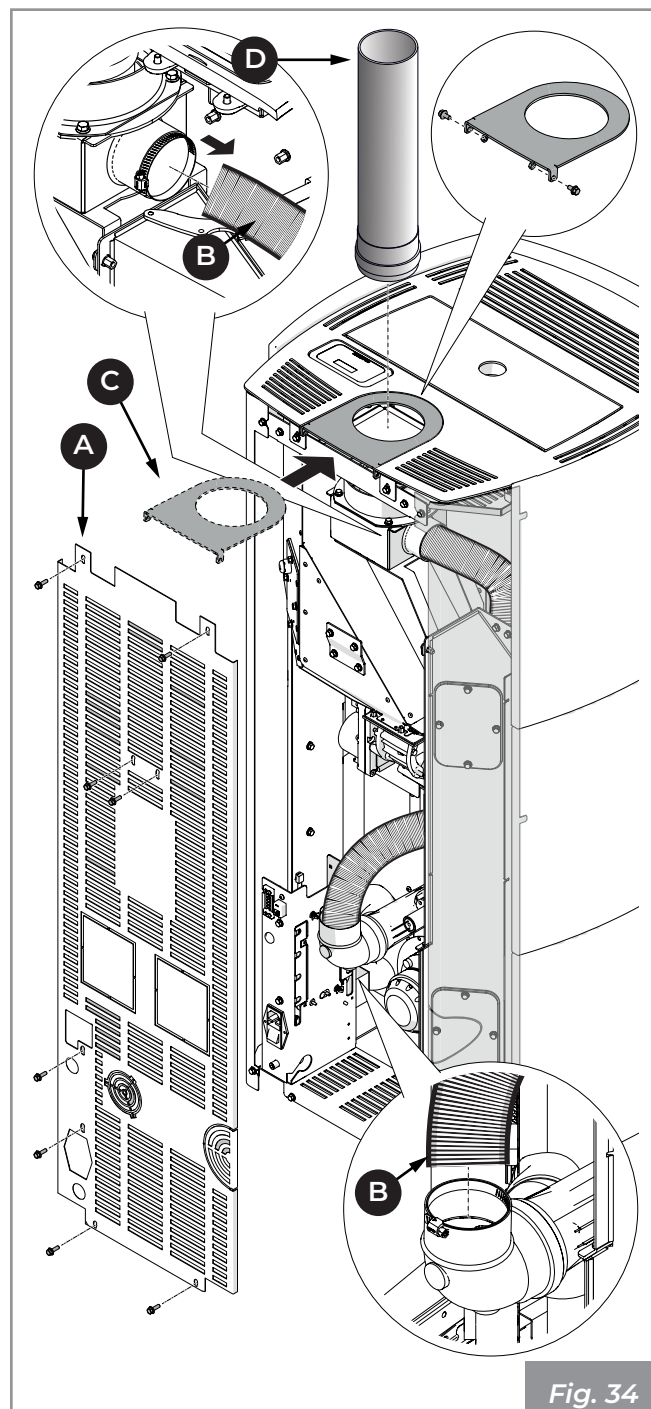

Fig. 34
- Raccorder le tube d'évacuation des fumées **(D)** (**Fig. 34**)